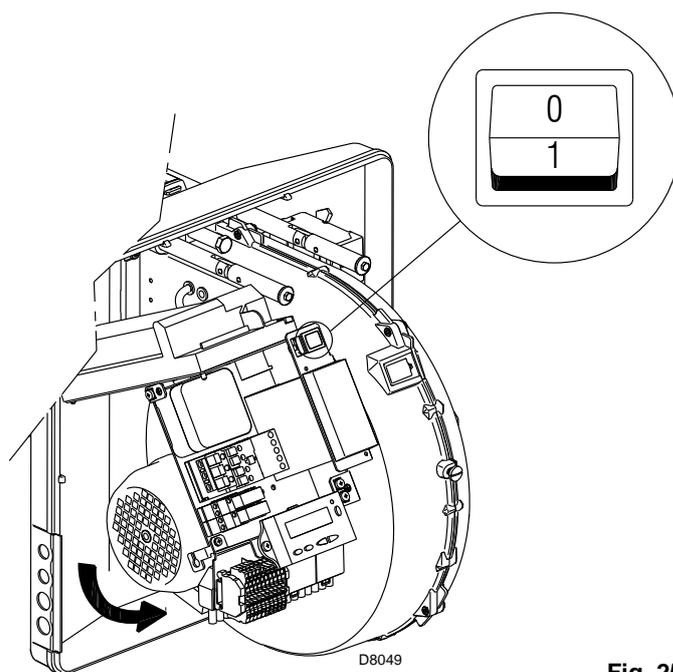

Fig. 25
Fermer les thermostats / pressostats et mettre l'interrupteur de la Fig. 25 sur «1».
Le brûleur est en état d'attente de demande de chaleur ou l'interrupteur «1-0» de la Fig. 25 est sur «0».
**Avec l'interrupteur "1-0" de la Fig. 25, le brûleur ne s'arrête pas immédiatement, mais commence la phase d'extinction.**